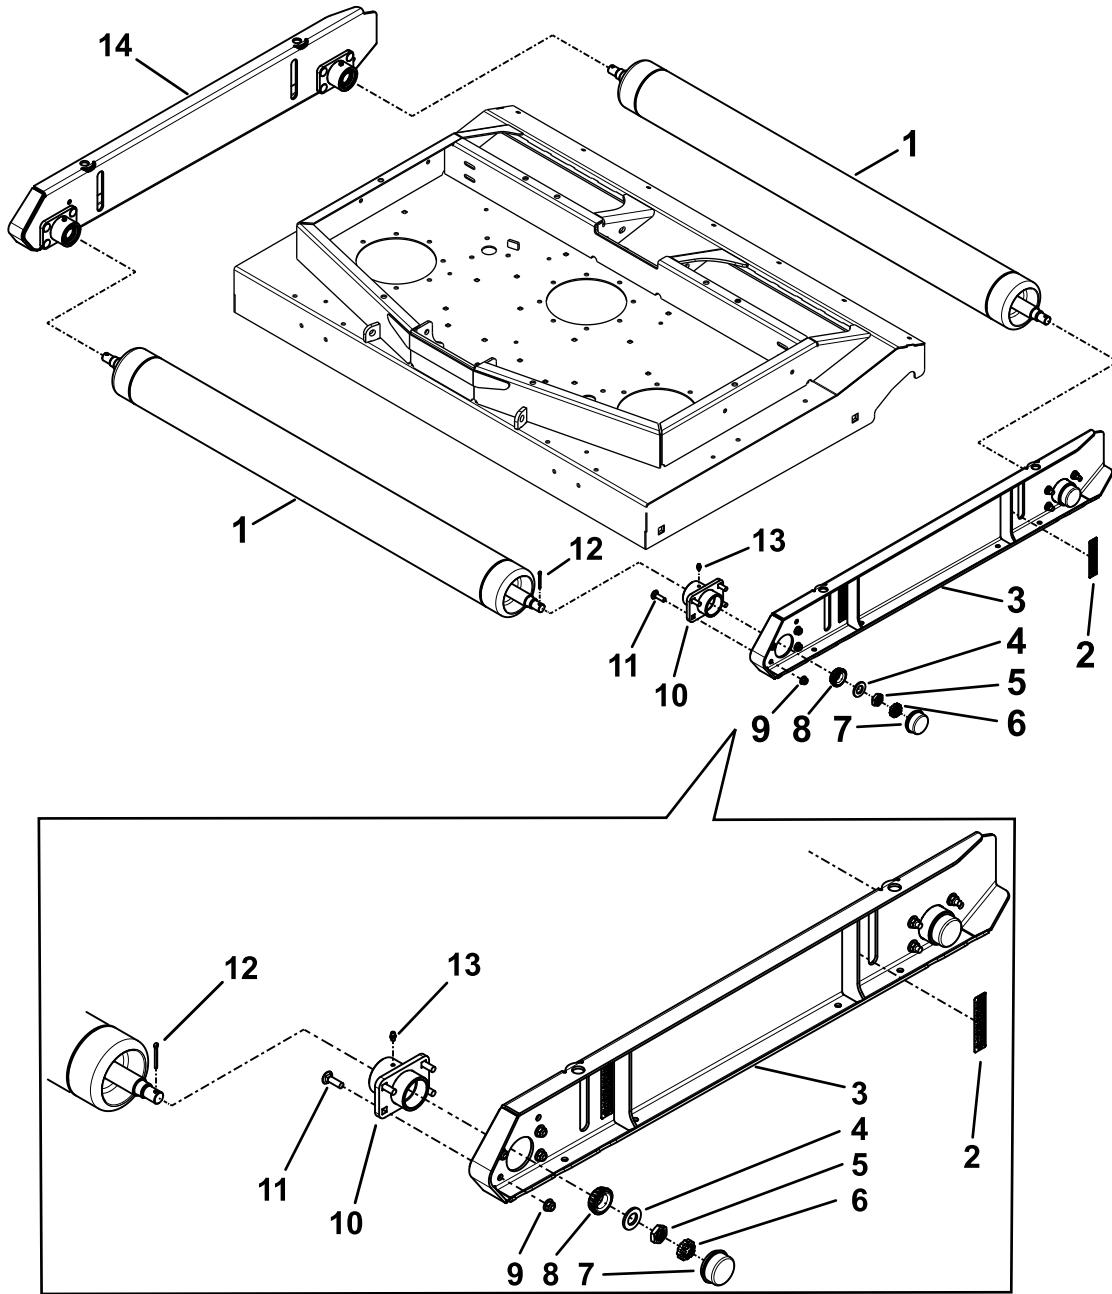

Figure 3
1. Montez les graisseurs dans les moyeux (Figure 3).
4. Fixez les moyeux sur chaque patin à l'aide de 16 boulons de carrosserie (3/8" x 1 1/4") et 16 écrous à embase (3/8"), voir Figure 3.
6. Montez les rouleaux sur le patin assemblé avec 2 roulements, 2 rondelles plates, 2 écrous (11/32") et 2 contre-écrous (Figure 3).
- Insérez la goupille fendue après avoir réglé le contre-écrou (Figure 3).
- Montez les rouleaux sur le patin assemblé avec 2 roulements, 2 rondelles plates, 2 écrous (11/32") et 2 contre-écrous (Figure 3).
- Installez les goupilles fendues et vérifiez que toutes les 4 s'engagent dans les contre-écrous (Figure 3).
- Placez les capuchons de protection à chaque extrémité des rouleaux (Figure 3).